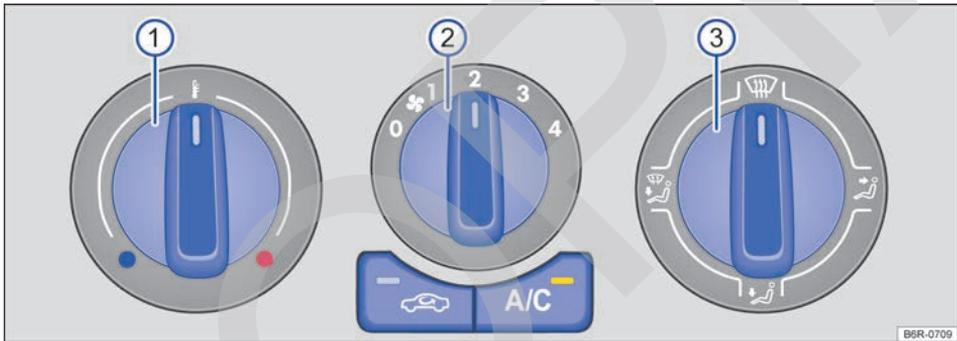
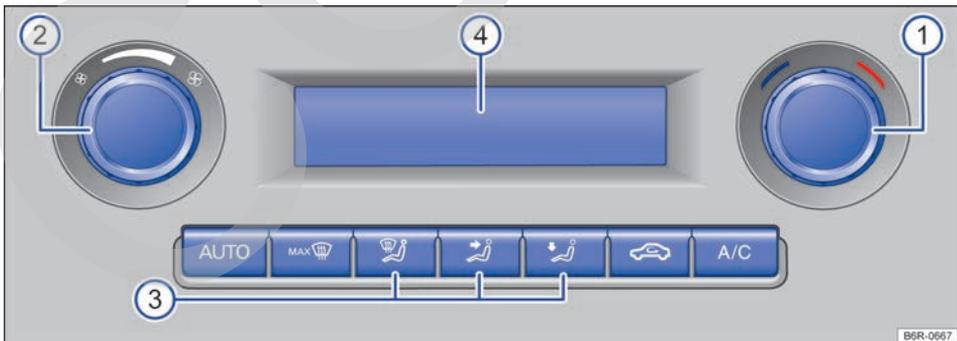

Fig. 98 En la parte superior de la consola central: mandos del climatizador manual y del sistema de calefacción y ventilación.
Fig. 99 En la parte superior de la consola central: mandos del Climatronic.
Girando el regulador central a la posición 0 → fig. 98 ② o girando el regulador izquierdo completamente hacia la izquierda → fig. 99 ②.
Con el regulador giratorio izquierdo → fig. 98 ① o con el regulador giratorio derecho → fig. 99 ① se ajusta la temperatura.
Con el regulador giratorio central → fig. 98 ② o con el regulador giratorio izquierdo → fig. 99 ② se ajusta la velocidad del ventilador.
Con las teclas  o  ③, o con el regulador giratorio derecho → fig. 98 ③ se ajusta la distribución del aire:
Con el regulador giratorio derecho  ③ o con la tecla  → fig. 99 se elimina el hielo del parabrisas lo más rápidamente posible y se desempaña el mismo (función de desescarchado/desempañado):